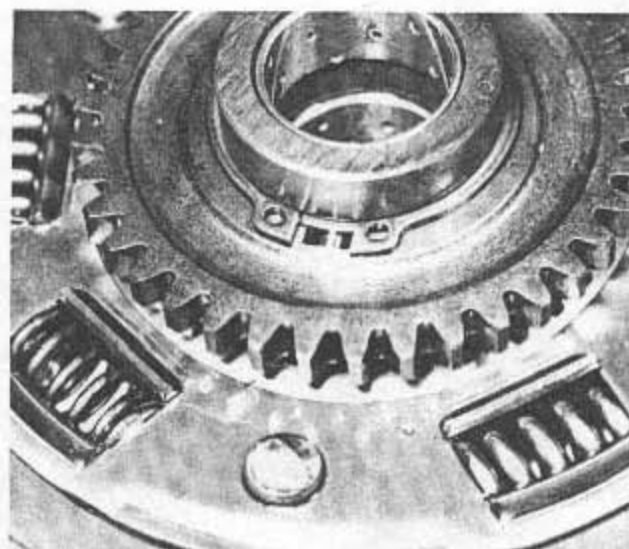
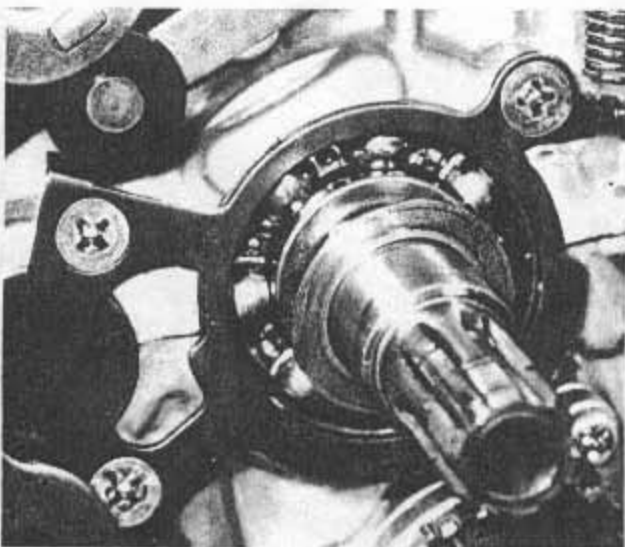
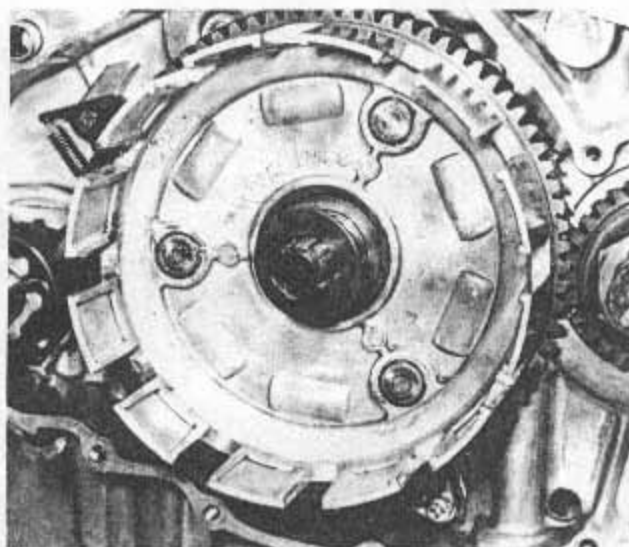

Bild 115
Bild 116
Bild 117
- Die dicke Unterlagscheibe wird auf die Kupplungs-(Getriebehaupt-)welle geschoben (Bild 116). Falls das Ölpumpenantriebszahnrad abgebaut worden ist, muss es an der Rückseite des Kupplungskorbes wieder angebracht werden, bevor mit dem Zusammenbau fortgefahren werden kann. Mitnehmerstift des Zahnrades einpassen und Zahnrad so anbringen, dass die erhabene Nabe gegen den Kupplungskorb zu liegen kommt. Das Zahnrad wird mit Hilfe des Sicherungsringes gesichert (Bild 115). Kupplungskorb auf die Welle schieben und mit dem Primärzahnrad auf der Kurbelwelle in Eingriff bringen (Bild 117). Gleicher-